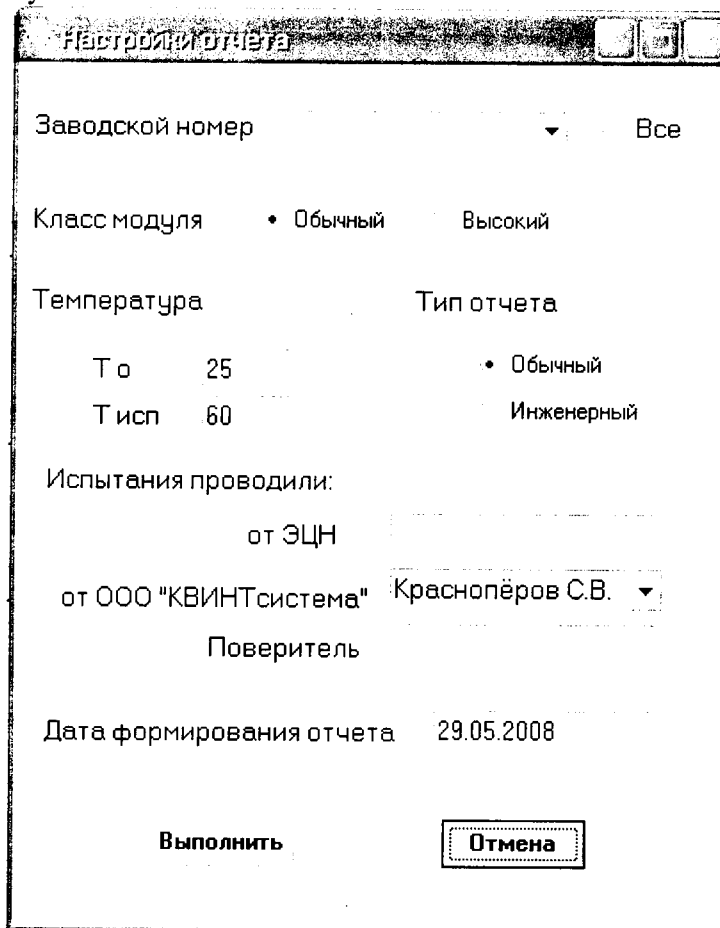

Рисунок 9 - Окно «Настройки отчета»
6.4.2.28 В окне «Отчеты» выбрать «Сформировать отчет». Появится окно «Настройки отчета» (рисунок 9).